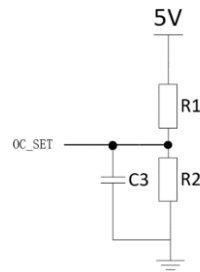

图 1: OC\_SET 电阻分压器
- 1) OC\_SET 输入电压支持  $0.3*VCC \sim 0.97*VCC$  范围，用户可以通过 OC\_SET 的输入电压来自行设置 FLAG\_S 管脚的过流报警阈值（关系如上表），输入电压是允许使用 VCC 与电阻分压进行适配（如图 1）。当 OC\_SET 引脚输入电压选择  $OC\_SET \in (0.3*VCC, 0.34*VCC)$  范围时将对应最小触发点 IFLAG，当引脚输入电压选择  $OC\_SET \in (0.91*VCC, 0.97*VCC)$  范围时将对应最大触发点 IFLAG。